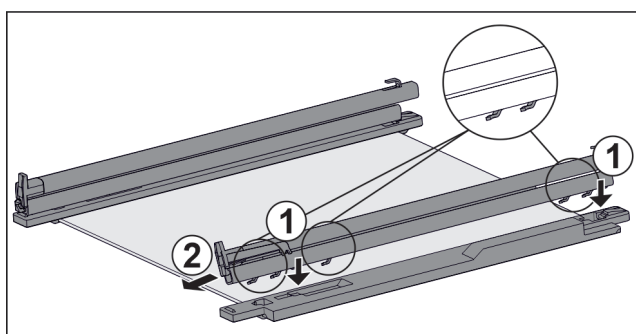

Fig. 130 Steklena plošča z vodili in držalnimi deli
- ▶ Kavelj vodila namestite na odprtine **levega** držalnega dela. Fig. 130 (1)
- ▶ Vodilo potisnite proti sprednji strani. Fig. 130 (2)
- ▶ Kavelj vodila namestite na odprtine **desnega** držalnega dela. Fig. 130 (1)